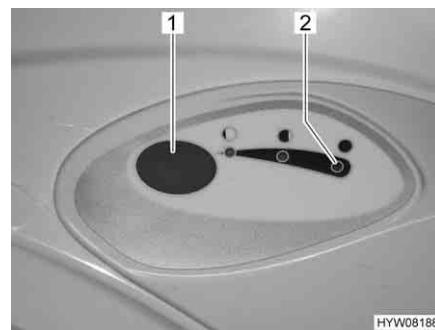

Fig. 104 Pulsante dello sciacquone/spia di controllo toilette Thetford
- Per sciacquare premere il pulsante blu (Fig. 104,1).
La spia di controllo (Fig. 104,2) si accende quando il serbatoio fiscale deve essere svuotato.